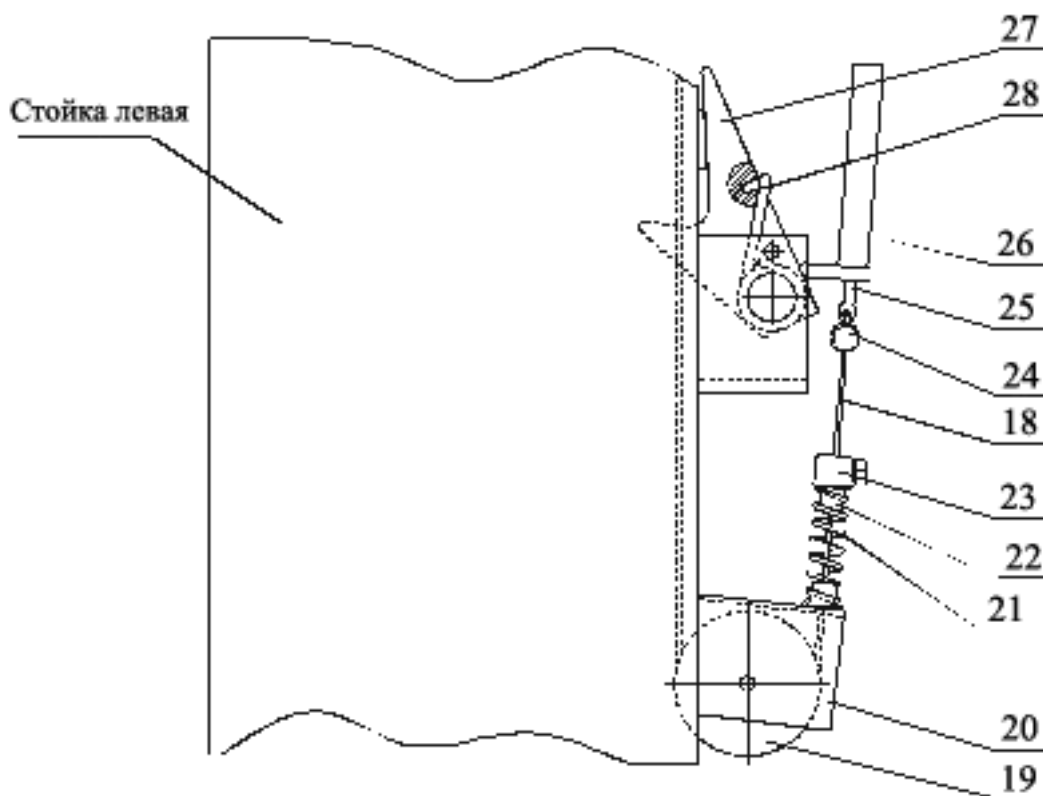

Рисунок 9. Система стопорения кареток
6.7. Установить тросик системы стопорения (рисунок 9). Для этого снять крышку, закрывающую стопор-защелку на левой стойке, отвернув два болта. Тросик 18 системы стопорения, закрепленный на правой стойке (с насосной станцией), протянуть через блоки и направляющие трубки в верхней поперечной балке на стойку левую и вывести через блок 19 и отверстие в кронштейне 20 наружу. На свободный конец тросика надеть пружину 21 со втулками 22, выбрать слабинку тросика и затянуть зажим 23.